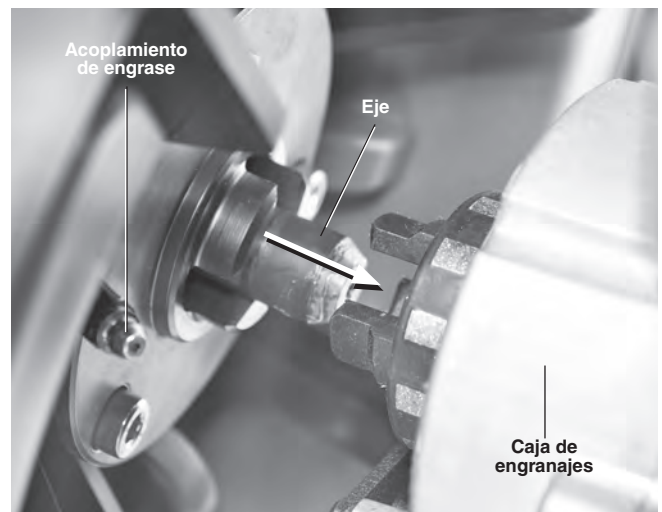

Figura 24 – Reemplazo del tambor. El retén del tambor está abierto y el tambor se desliza hacia atrás.
4. Agarre bien el tambor y deslícelo aproximadamente 1 pulgada (25 mm) para alejarlo de la caja de engranajes (*Figura 24*).
6. Proceda al revés para instalar el tambor. El eje en la parte de atrás del tambor debe alinearse con la caja de engranajes. Luego deslice el tambor hacia la caja de engranajes (*Figura 24*). Aleje las manos de los sitios donde podría pellizcarse los dedos e incline la máquina hacia atrás sobre las ruedas. Haga girar el tambor lentamente hasta que quede completamente asentado. Cierre bien el retén del tambor. Si está cambiando a un cable de otro diámetro, tal vez tenga que ajustar la unidad AUTOFEED.
La máquina se lubrica con grasa multiuso, en los acoplamientos de engrase ubicados en la conexión del tubo guía y tambor (*Figura 7*), el dorso de la máquina (*Figura 24*), y la unidad AUTOFEED (*Figura 9*). Lubrique la máquina cada vez que extraiga o cambie el tambor, si la limpieza ha desgrasado la máquina, y como mínimo después de cada 20 horas de funcionamiento.